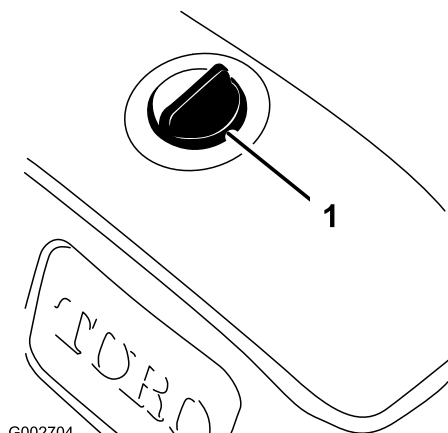

図 15
1. 異物をタンクに入れないよう、油圧オイル・タンクのキャップ取り付け部周辺をウェスできれいに拭く (図 15)。